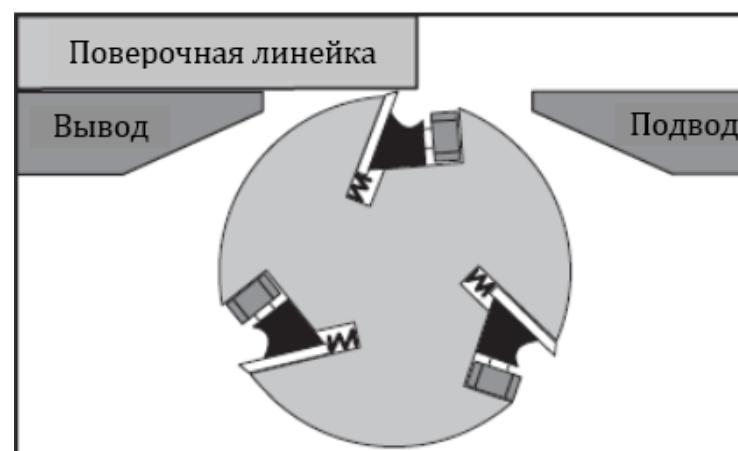

Рис. 18. Использование поверочной линейки для выравнивания выводного стола по высоте с ножом в ВМТ
3. Поднимать или опускать выводной стол до тех пор, пока нож слегка не коснётся поверочной линейки (рис. 18).